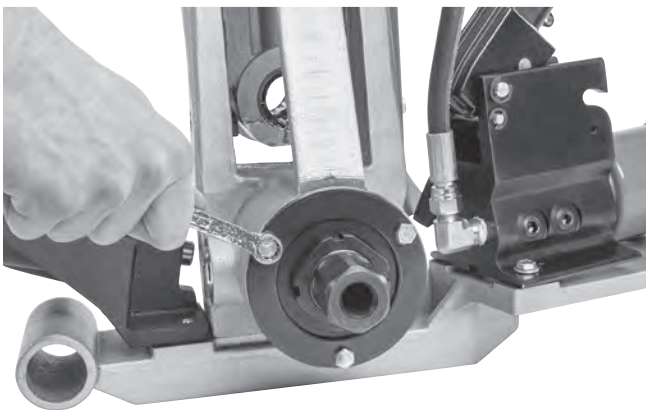

Abbildung 29 - Sechskantschrauben der Halteplatte entfernen
2. Entfernen Sie die Schrauben der hinteren Lagerhalterplatte und die Platte, *siehe Abbildung 29*.